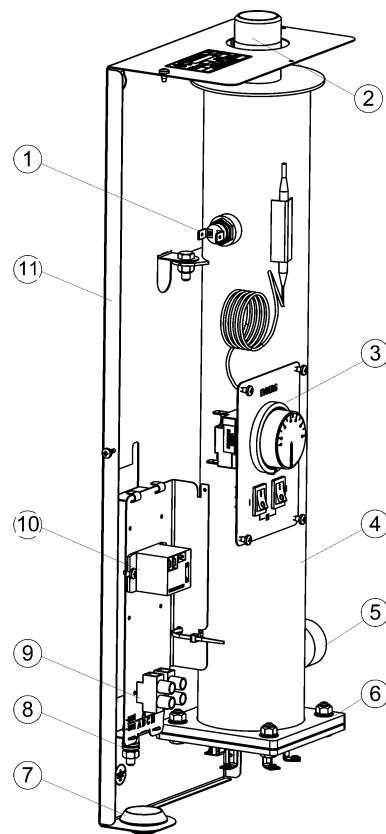

Рисунок 2. Общий вид прибора (кожух и стенка нижняя условно не показаны)
5.4 Основные элементы прибора показаны на рис.2.
(1) Выполните монтаж автоматического выключателя **QF** в непосредственной близости от прибора и доступным для визуального осмотра месте;
(2) Установите сальник поз.7 входящий в комплект поставки в нижнюю часть прибора (см. рис. 2);
(3) Выполните монтаж силового кабеля от автоматического выключателя
клеммной колодке через установленный сальник (рис. 2, поз.7);
(4) Подсоедините заземляющий провод к прибору, используя зажим заземления (рис. 2, поз. 8);
(5) Подсоедините заземляющий провод к заземляющей шине или другой точке заземления.